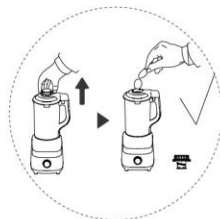

图1
- 17 产品工作时，严禁打开杯盖添加食材，以免发生喷溅烫伤。可打开杯盖中间的投料盖，通过投料孔添加食材（见图1）。